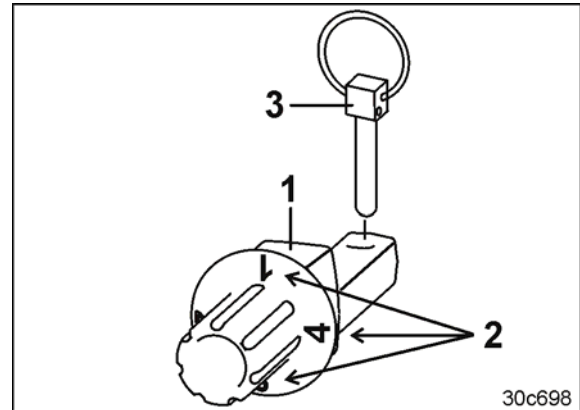

Рис. 105
- о чем больше цифра (Рис. 105/2) на кромке, прилегающей к кронштейну (Рис. 105/3).
После каждой перестановки фиксируйте палец регулировки глубины пружинным фиксатором (Рис. 105/3).